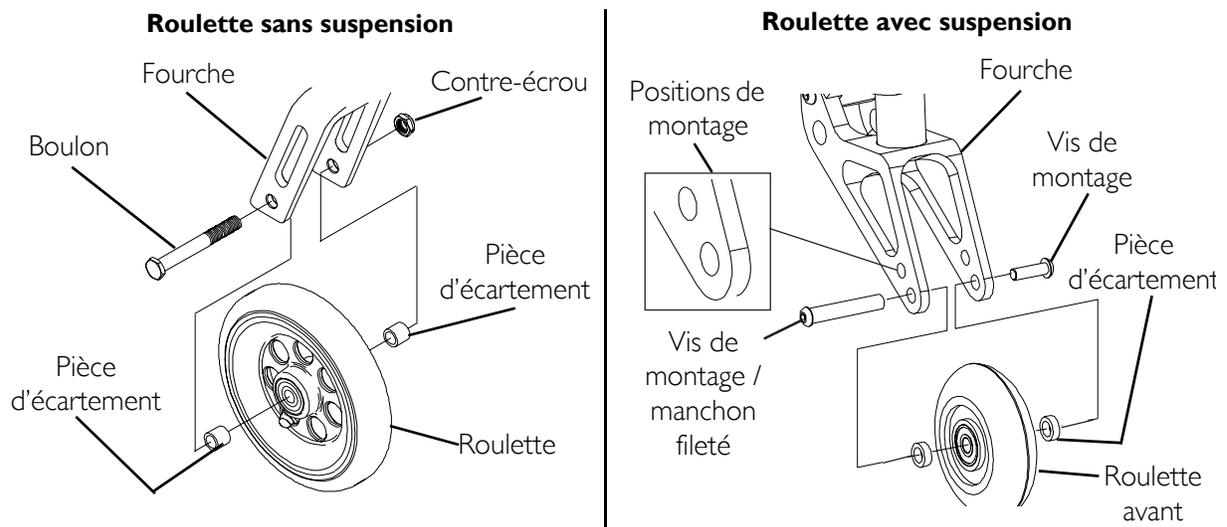

FIGURE 5.18 Remplacer / Ajuster les roulettes avant
NOTE: Se référer à la FIGURE 5.18 de la page 55.
- iii. Réinstaller la vis de montage / l'ensemble à manchon fileté dans la fourche, la roulette avant et les deux pièces d'écartement. Se référer à la FIGURE 5.18 pour orientation.